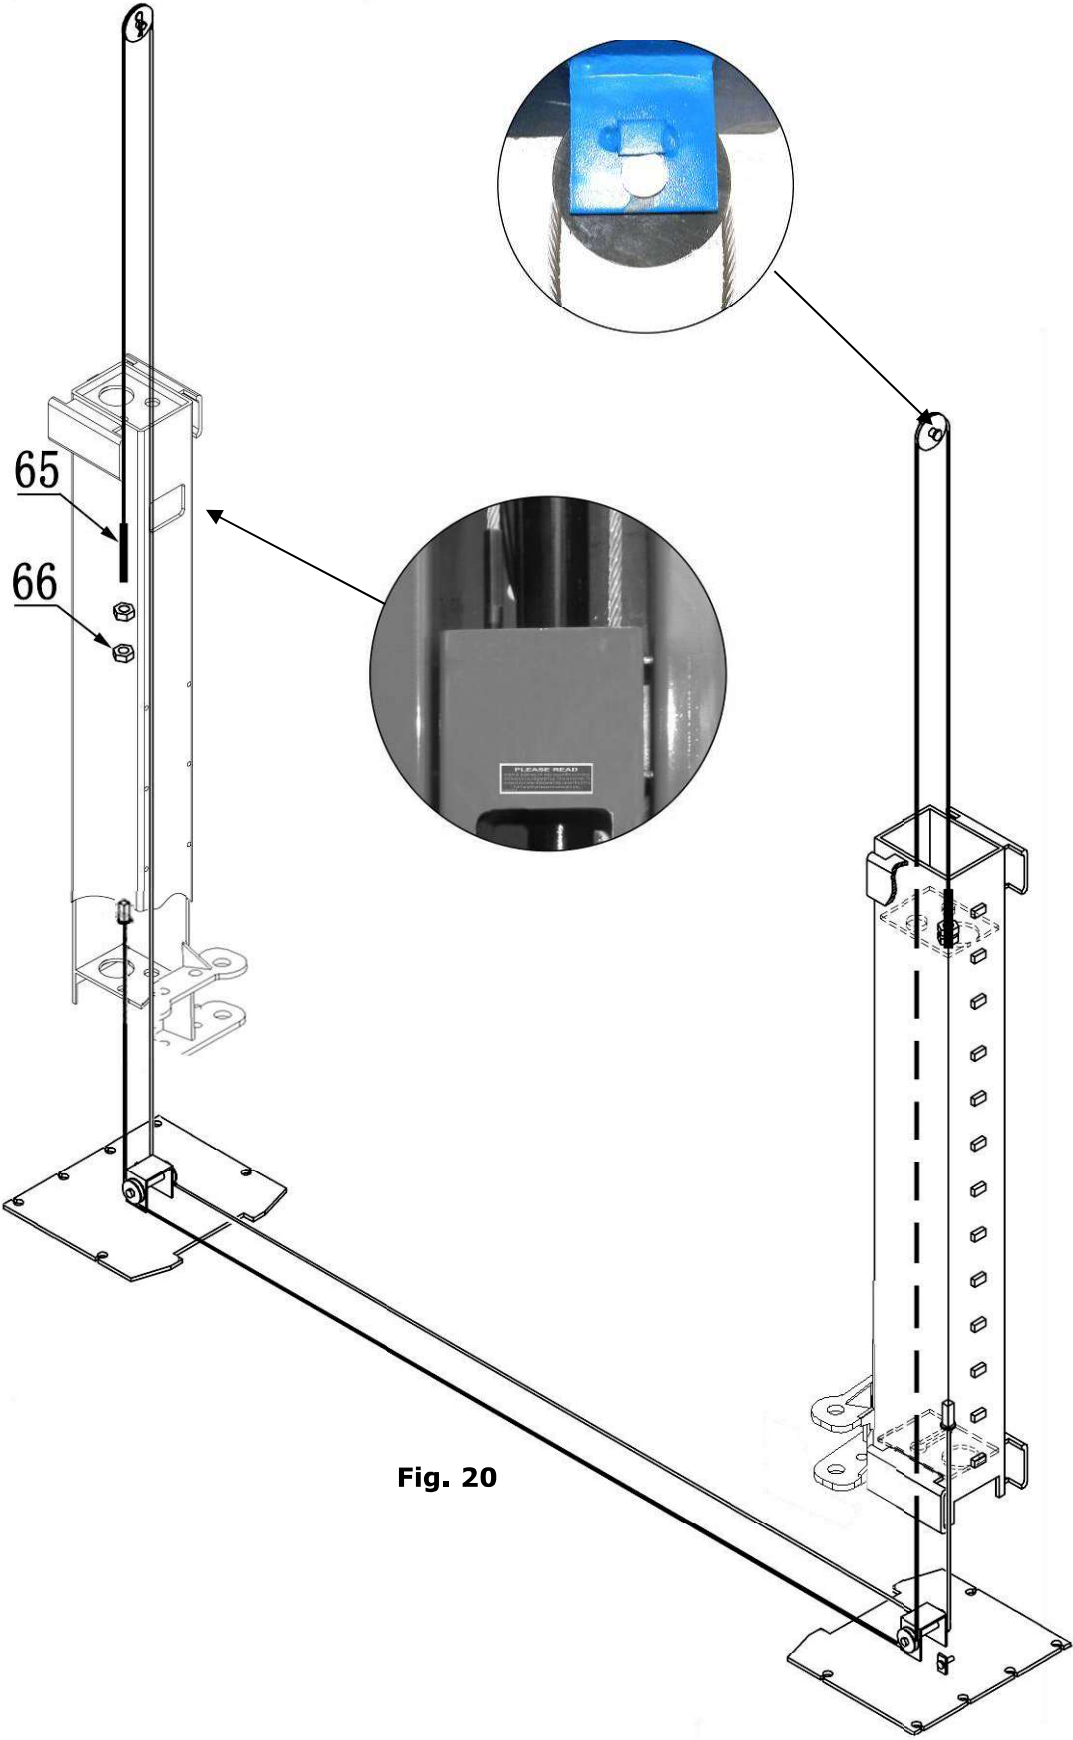

Fig. 20
I. Install cables (See Fig. 20)